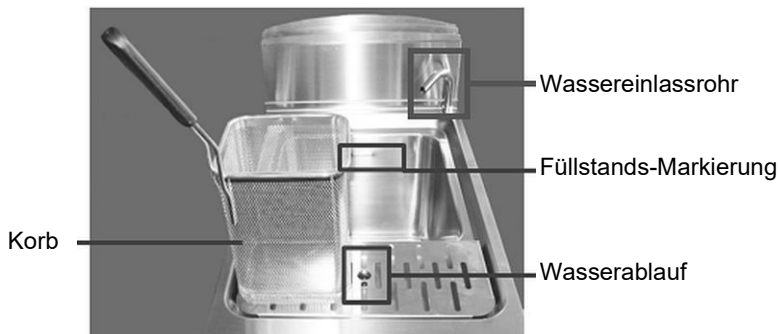

Abb. 4
Die Wasserzulaufleitung muss mit einem Absperrventil (Abb. 4) an die Wasserversorgung angeschlossen werden, das leicht geschlossen werden kann, wenn das Gerät nicht in Gebrauch ist oder gewartet werden muss.
1. Füllen Sie das Becken über den entsprechenden Wasserzulaufhahn (Abb. 7) auf der Bedienblende bis zur Füllstands-Markierung (Abb. 4) mit Wasser.